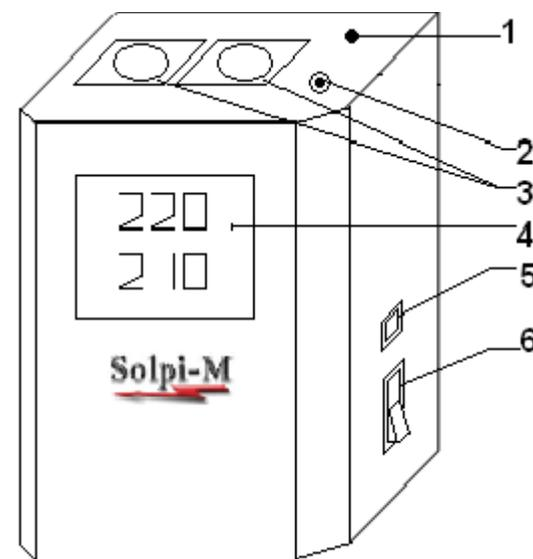

Рис. 1 Внешний вид стабилизатора.
- Выберите время задержки переключателем времени задержки (рис. 1 поз. 5) исходя из необходимых условий эксплуатации электроприборов. Выбор по умолчанию составляет 5 секунд.
- Включите стабилизатор без нагрузки выключателем питания сети (рис.1 поз. 6) и проверьте по вольтметру входное и выходное напряжения. Выходное напряжение, указанное на ЖК дисплее, должно быть 220 В.